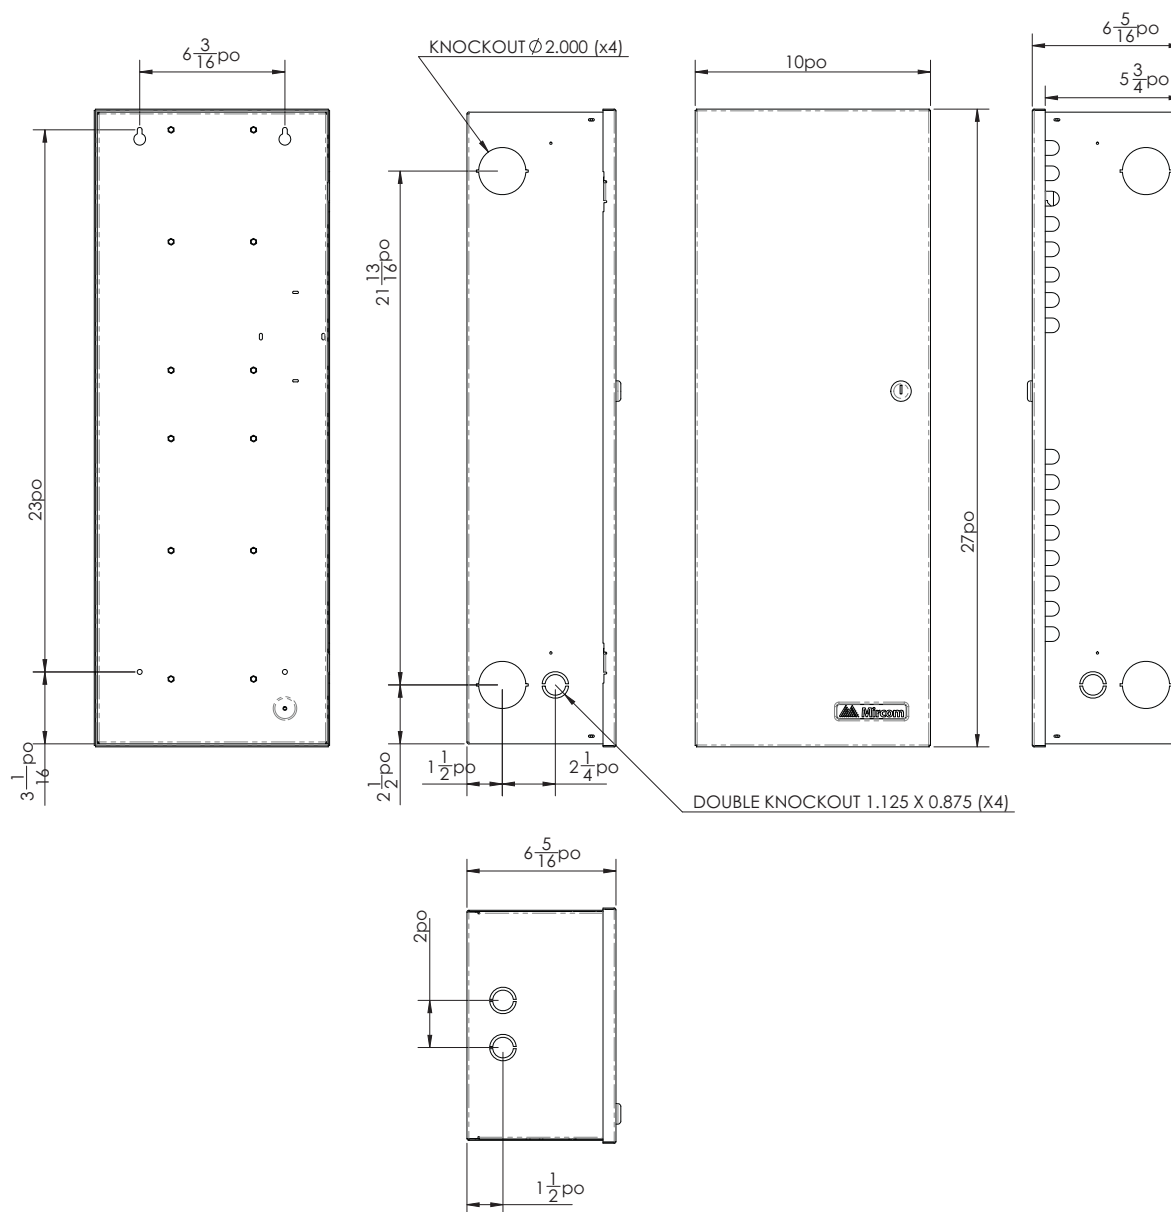

Figure 8. Boîte pour l'unité de restriction d'ascenseur TX3-ER-8(-A/B)
1. En utilisant le couvercle arrière comme modèle, marquez les deux emplacements des trous de montage supérieurs à 6 3/16 po (157 mm) l'un de l'autre, comme indiqué dans la Figure 8.